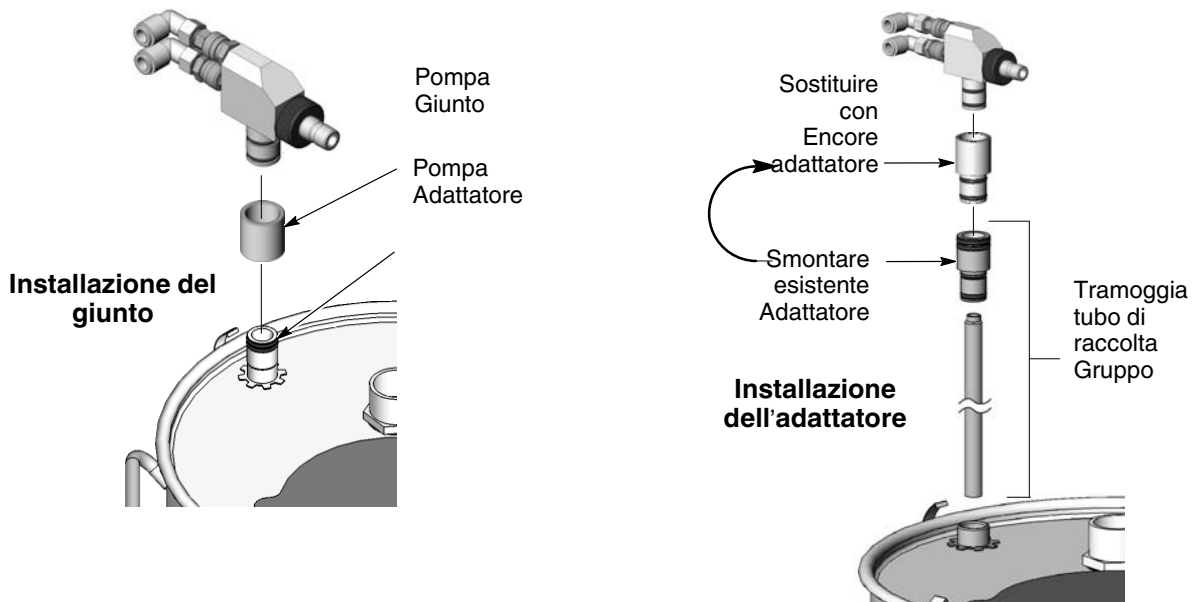

Figura 3-8 Montaggio della pompa con kit adattatore o giunto su tramogge HR o NHR
1. Vedi figura 3-8. Rimuovere il tubo di raccolta dall'elemento di montaggio della pompa nel coperchio della tramoggia, poi svitare l'adattatore esistente dal tubo di raccolta.
Vedi figura 3-8. Il giunto permette di usare l'adattatore per pompa esistente. Installare il giunto della pompa sull'elemento di montaggio della pompa esistente con un leggero movimento rotatorio, poi montare la pompa nel giunto con lo stesso movimento.